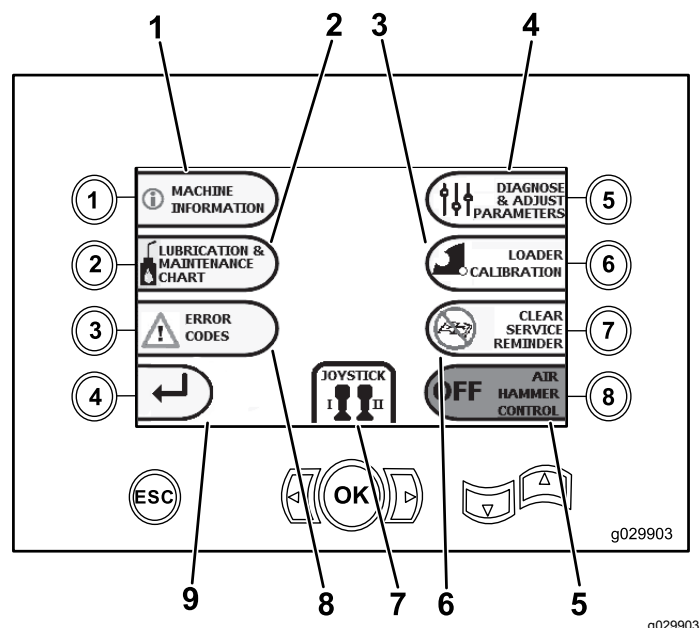

Bild 8
- Taste 5: Diagnose- und Einstellparameter (Bild 8)
- Taste 6: Einstellen der Laderkalibrierung (Bild 8)
- Taste 7: Entfernen einer Kundendienst Erinnerung (Bild 8)
- Drucklufthammer-Steuerung (Bild 8)
- OK-Taste: Zurückgehen auf den Bildschirm „Steuerungsauswahl“ (Seite 5), wie in Bild 8 abgebildet.